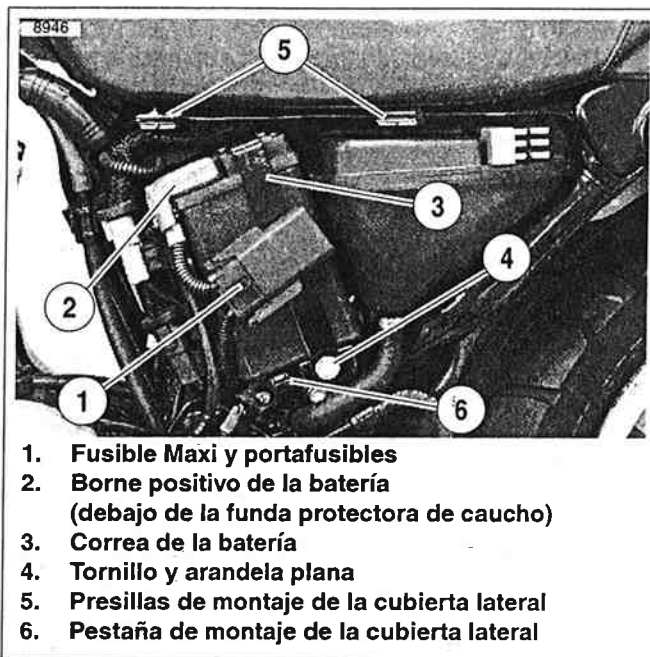
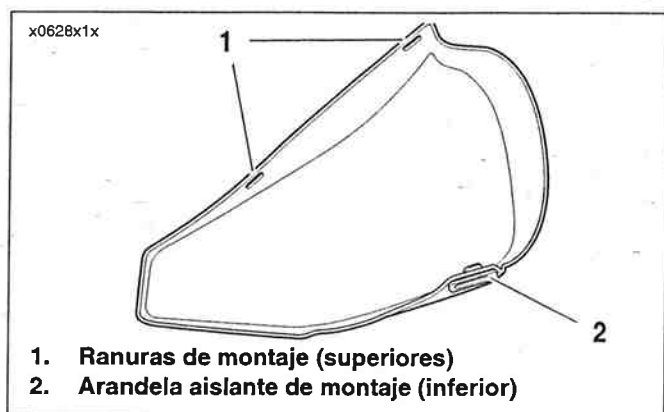
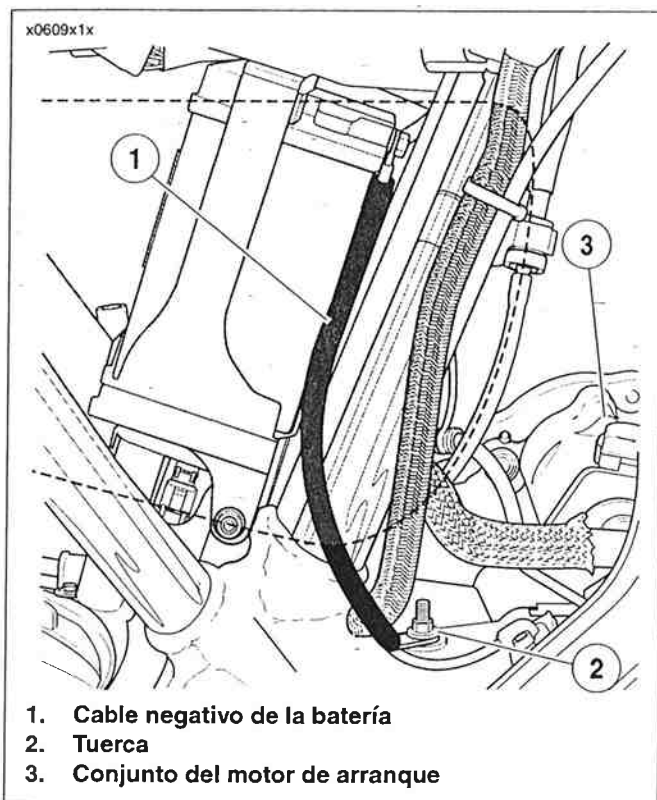

Figura 1-11. Localización del fusible Maxi y batería
Figura 1-10. Cubierta lateral izquierda
Figura 1-12. Conexión negativa de la batería
Vea la Figura 1-10. El desmontaje de la cubierta lateral izquierda proporciona acceso a la batería, fusibles y varios dispositivos de conexión eléctrica de accesorios y diagnóstico. No se necesitan herramientas para quitar o volver a colocar la cubierta.
1. Vea la Figura 1-11. Sostenga la cubierta lateral izquierda de las esquinas superiores y suavemente tire para separarla de las presillas plásticas de montaje (5) en la estructura.
2. Levante levemente la cubierta para que la arandela aislante de montaje (artículo 2, Figura 1-10.) pase libre de la pestaña de montaje (artículo 6, Figura 1-11.) en la bandeja de la batería. Retire la cubierta.
1. Coloque la parte inferior de la cubierta lateral con la arandela aislante (artículo 2, Figura 1-10.) sobre la pestaña de montaje en la bandeja de la batería (artículo 6, Figura 1-11.).
2. Alinee la parte superior de la cubierta con las presillas de montaje (artículo 5, Figura 1-11.), alineando primero con la presilla delantera. Presione la parte superior de la cubierta lateral en las presillas hasta que quede ajustada.
2. Vea la Figura 1-11. Quite el fusible Maxi y portafusibles (1) de la correa de la batería (3) sosteniendo el portafusibles y deslizándolo hacia la parte trasera de la motocicleta. Después quite el portafusibles de fusible Maxi de su pasador de montaje en la correa de la batería.
3. Quite el tornillo y arandela plana de la correa de la batería (4). Desenganche la correa de la batería de la montura de la bandeja de la batería en la parte superior de la batería y quite la correa.
4. Vea la Figura 1-12. Quite la tuerca (2) que asegura el cable negativo (-) de la batería (1) al espárrago en el saliente del cárter atrás del conjunto del motor de arranque (3).
5. Vea la Figura 1-11. Levante la funda protectora de caucho que cubre el borne positivo de la batería (2). Desenrosque el tornillo del borne positivo (+) de la batería y quite los cables positivos de la batería.
4. Vea la Figura 1-11. Con el cable negativo de la batería desconectado del punto de conexión a tierra en el cárter, inserte el tornillo a través de los cables positivos (+) de la batería: primero a través del cable del fusible Maxi, después a través del cable principal de la batería y dentro del borne de la batería (2). Enrosque el tornillo en el borne. Apriete a 4,5-5,7 N·m (40-50 lb-pulg.).
6. Enganche la parte superior de la correa de la batería (3) a la montura de la bandeja de la batería en la parte superior de la batería. Instale la arandela plana y tornillo de la correa (4). Apriete a 4,1-6,8 N·m (36-60 lb-pulg.).
8. Enganche el portafusibles Maxi (1) al pasador en la correa de la batería y deslícelo hacia delante hasta que encaje en su lugar.
9. Vea la Figura 1-12. Coloque el extremo del cable negativo de la batería (1) en el espárrago en el saliente del cárter atrás del conjunto del motor de arranque (3). Enrosque la tuerca (2) en el espárrago. Apriete a 6,2-8,5 N·m (55-75 lb-pulg.).